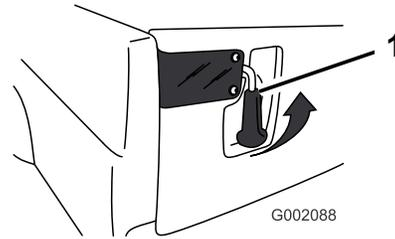

Figura 26
1. Para abrir los enganches de la compuerta, tire de las palancas hacia arriba (Figura 26). Los enganches saltarán hacia el centro de la compuerta. Baje ligeramente la compuerta.